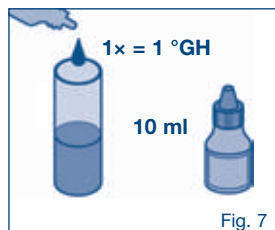

Fig. 7
1. Pour connaître la dureté totale de l'eau, il vous est possible de vous adresser au distributeur d'eau local ou de réaliser un test rapide (test en gouttes, fig. 7). Le tableau 1-3 du chapitre 10 indique le réglage bypass approprié et la capacité type du filtre en fonction de la dureté totale et du type d'utilisation.